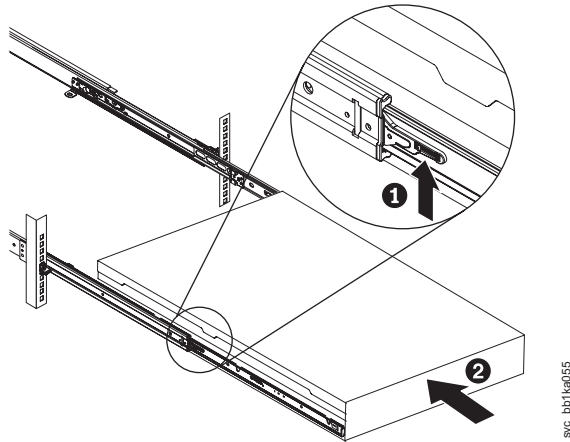

図 222. ラックのスライド・レールの SAN ボリューム・コントローラー 2145-CF8 または 2145-CG8 ロック・レバーを上げる
8. スライド・レール上のロック・レバー (263 ページの図 222 の **1**) を上げて、サーバー **2** を、所定の位置にカチッと音を立てて収まるまで、ラック内に完全に押し込みます。